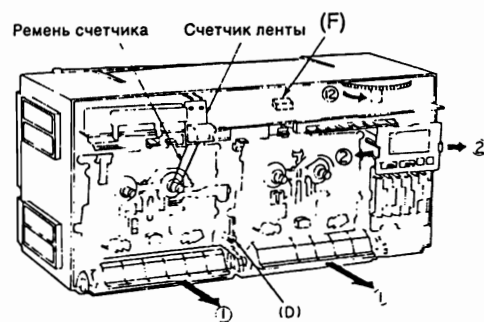

Рис. 3
2. Поворачивать шестерню переменного конденсатора на главной печатной плате в направлении стрелки ⑫ до отказа (см. рис. 3).